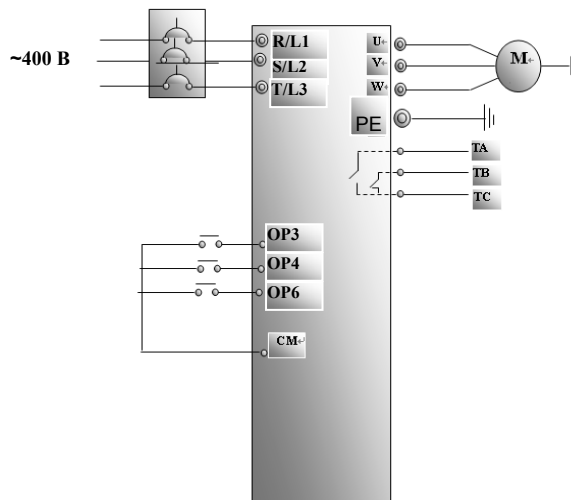

Рис. 4-2 Схема подключения 2
- (1) Подключить провода в соответствии с Рис. 4-2. После проверки правильности подключения, замкнуть выключатель с воздушным зазором, включив питание преобразователя;